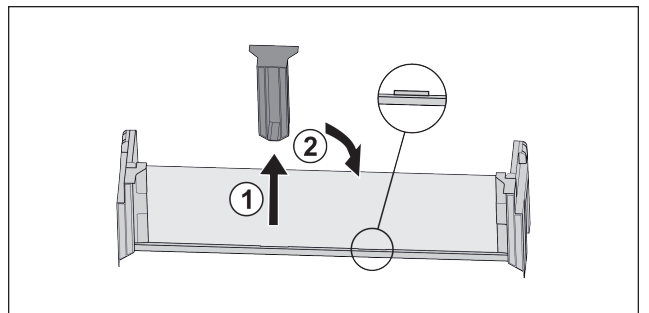

Fig. 23
- Estrarre l'elemento di supporto centrale Fig. 23 (1).
- Inserire l'elemento di supporto centrale sulla seconda posizione Fig. 23 (2).